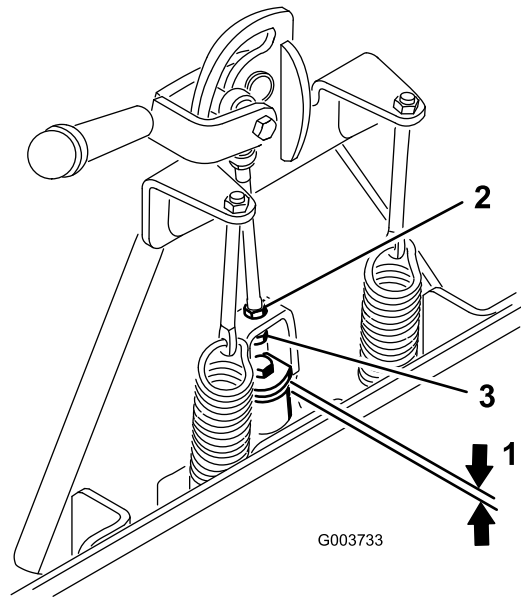

图 2
2. 如图 2 所示测量附件连接器上链杆总成的顶部垫圈与隔片之间的空隙。